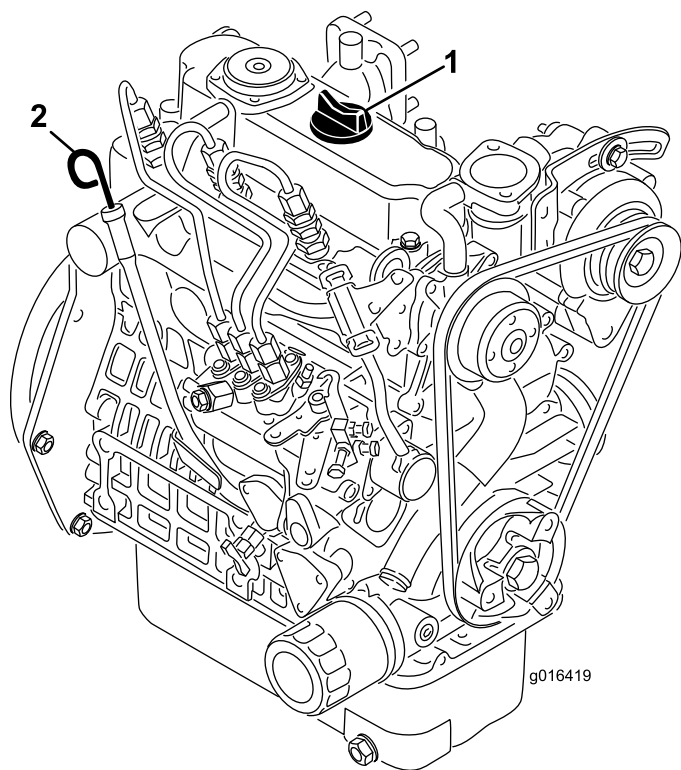

Figura 32
2. Togliete l'asta di livello ed asciugatela con un panno pulito (Figura 32).